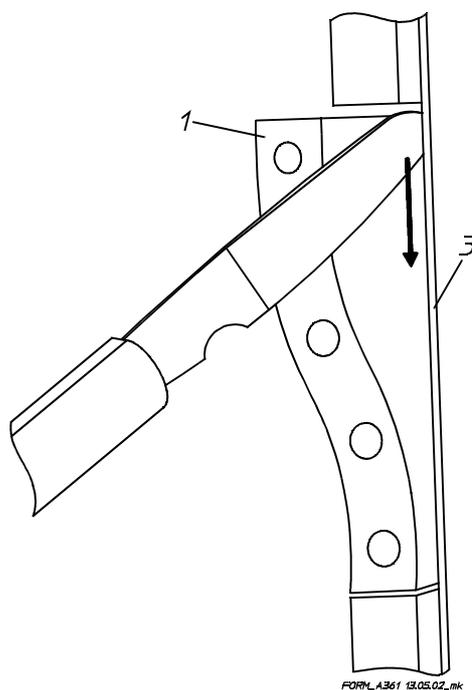

Fig. 1-2
- Retirer la pièce d'insertion (1) du couvercle du boîtier (3) à l'aide d'un couteau → Fig. 1-2.